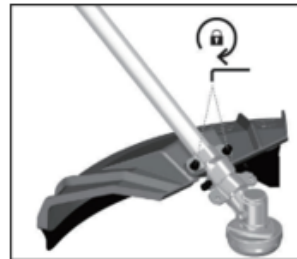

Fig.3-2
2. Schrauben montieren und festziehen. (Abb. 3-2)